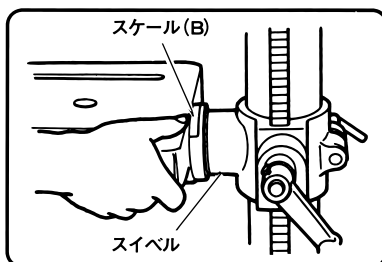

図 8
- (2) つぎに、ボルト(A)をゆるめテーブルを傾けテーブルの刻印線をスイベルのスケール(B)の角度目盛に合わせてください。(図8)